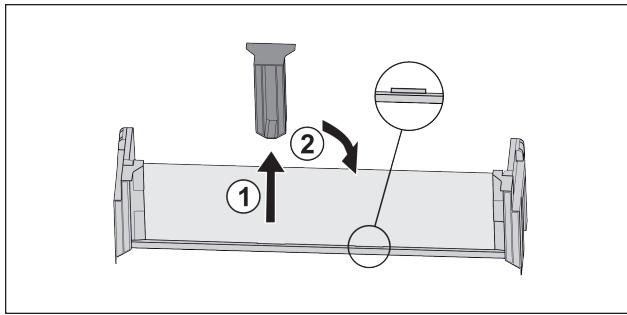

Fig. 21
- Витягнути середню деталь для підтримки Fig. 21 (1).
- Вставити середню деталь для підтримки на друге положення Fig. 21 (2).